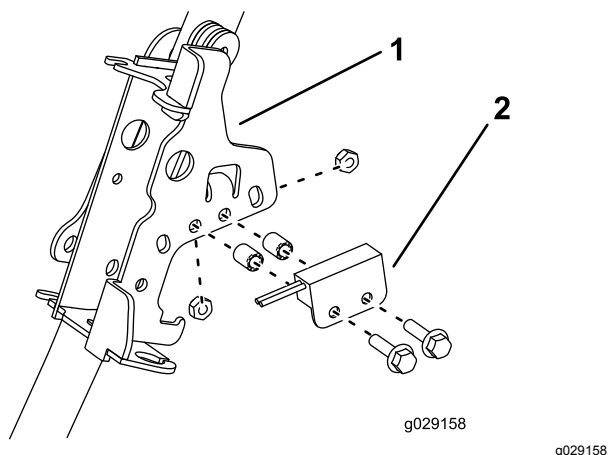

Figura 6
12. Togliete ed eliminate la staffa di trazione usata, ma conservate l'interruttore di prossimità e la bulloneria di montaggio (**Figura 6**).